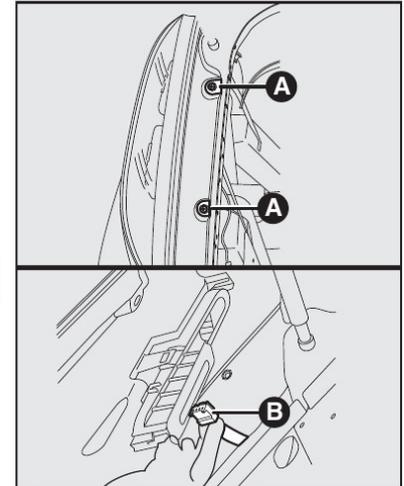
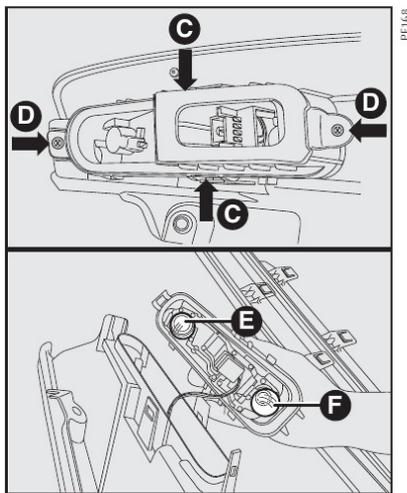

fig. 23
fig. 24
GRUPOS ÓTICOS TRASEIROS - fig. 23 e fig. 24
- Retirar os parafusos de fixação **A-fig. 23**;
- Retirar o porta-lâmpada destravando-o nos pontos **C-fig. 24** e retirando os parafusos **D-fig. 24**;
- Desconectar o conector elétrico **B-fig. 23** e remover o grupo ótico;